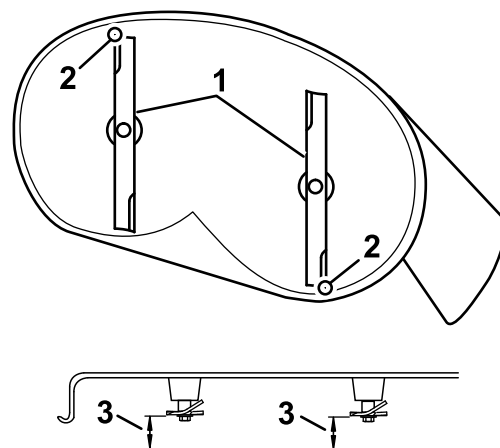

Figura 68
4. Rode cuidadosamente as lâminas para que estejam da frente para trás (Figura 68).
5. Meça da ponta da lâmina da frente até à superfície plana e da ponta da lâmina de trás até à superfície plana (Figura 68).